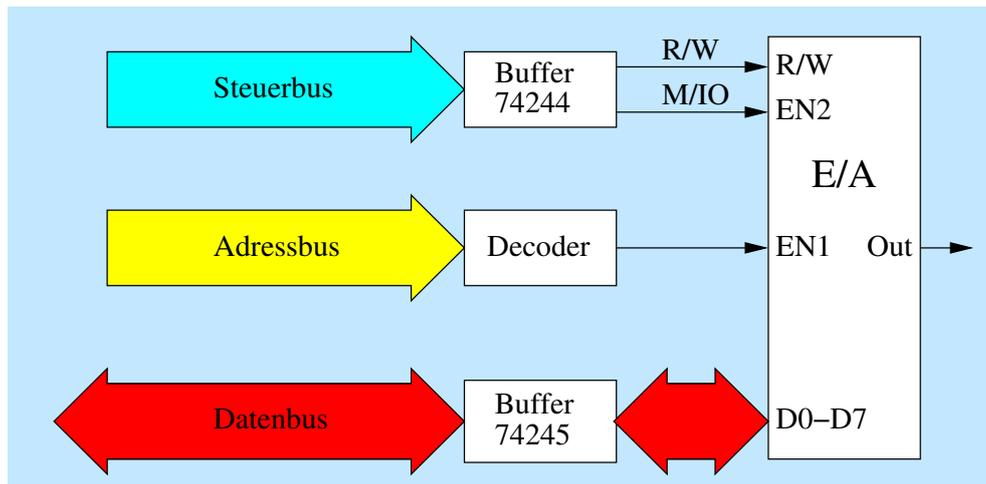
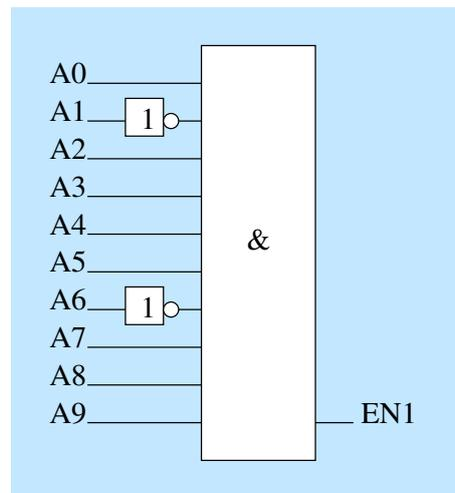
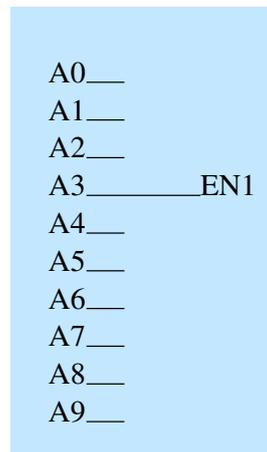

Abbildung 1: Anschluss eines E/A-Bausteines an ein Bussystem
Abbildung 4: Dual codierte Adressauswahl
Abbildung 5: Linear codierte Adressauswahl
4.7.1.1 Schema und Signal-Zeit-Diagramm Die Abbildung 1 zeigt, wie man einen E/A-Baustein an ein Bussystem anschließen kann.
4.7.1.3 Auswahl des einzelnen Bausteins Wie wird nun der Adressdecoder aus Abbildung 1 realisiert? Auch hier gibt es wieder verschiedene Möglichkeiten. Abbildung 4 zeigt die dual codierte Adressauswahl. Hier z.B. wird der Baustein ausgewählt, falls die Adresse gleich 11 1011 1101 ist. Vorteilhaft ist die große Anzahl möglicher Bausteine (bei 10 Leitungen sind es 1024). Nachteilig ist der hohe Aufwand. Abbildung 5 zeigt die linear codierte Adressauswahl. In diesem Beispiel wird der Baustein ausgewählt bei der Adresse 00 0000 1000; der Aufwand ist sehr niedrig, die Decodierung sehr schnell. Nachteilig ist aber die sehr geringe Anzahl an möglichen Bausteinen (hier 10). Bei Auftreten mehrerer Einsen in der Adresse (z.B. bei Adresse 11.1111.1111) werden eventuell mehrere Bausteine gleichzeitig angesprochen; es ist dann möglich, dass Fehlfunktionen oder Zerstörung auftreten.